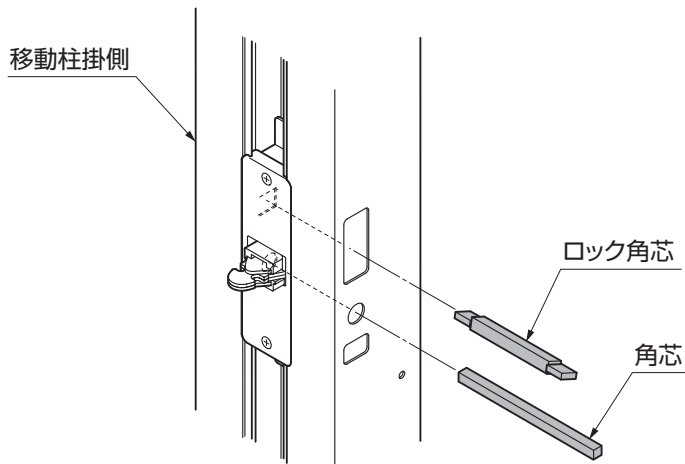
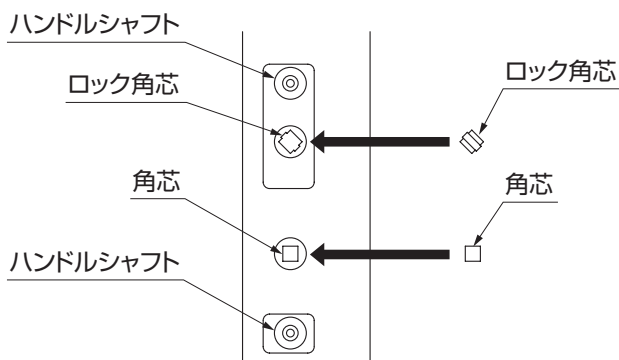

図9-7
図9-8 ロック角芯・角芯挿入向き
①ロック角芯と角芯を移動柱掛側の穴に通してください。(図9-7、図9-8参照)